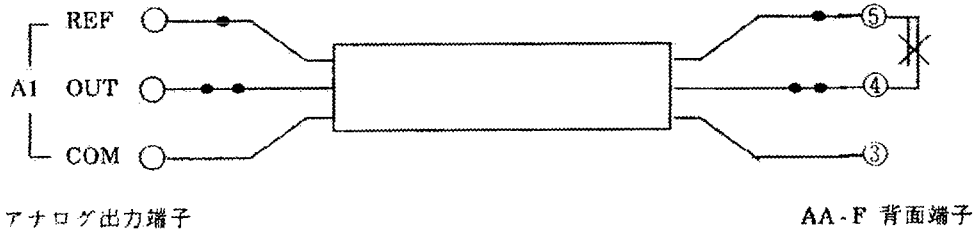

図2-13 AA-Fシリーズとの接続
AA-F交流電源の出力電圧をリモートコントロールする場合を図2-13に示します。
- AA-Fシリーズの④-⑤間のジャンパー線を取り外してください。
- 図2-13に従いシールド線にて各端子間を接続してください。
(12) グラスマン社製 高圧電源シリーズとの接続